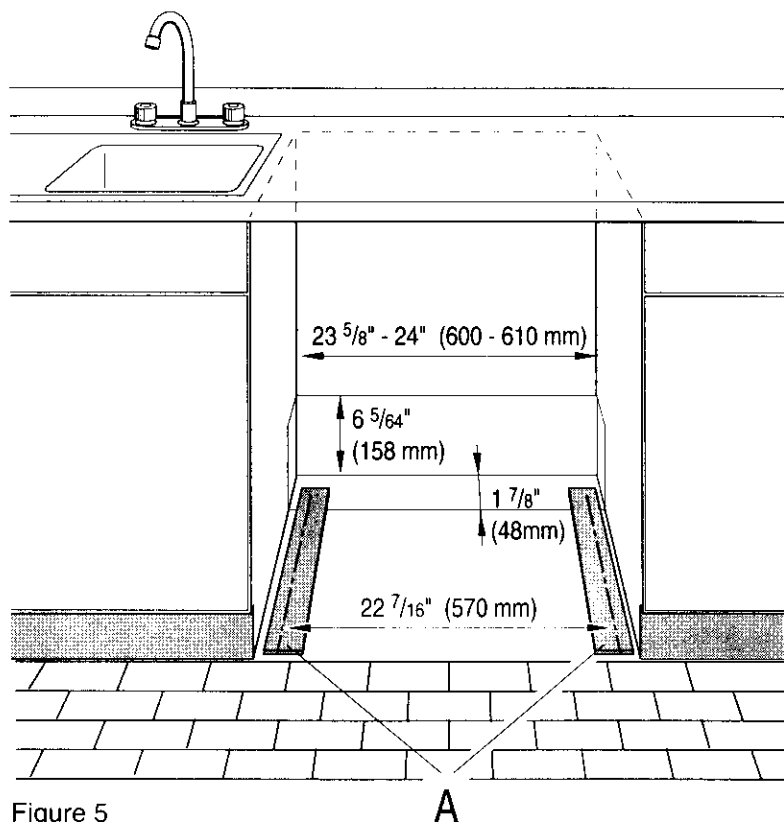

Figure 5
S'il y a une différence appréciable entre la hauteur du plancher où le lave-vaisselle sera installé et le plancher de la cuisine, vous pouvez couper une partie de la base de bois pour vous aider à aligner le lave-vaisselle (A). Reportez-vous également à la partie intitulée PRÉPARATION DE L'EMPLACEMENT, page 25, figure 5.
Les trous d'accès pour les tuyaux d'eau chaude, de vidange et de câbles électriques à l'intérieur de l'armoire, dans le plancher ou dans le mur du fond doivent se faire dans la partie ombragée illustrée à la figure 5 afin d'éviter le châssis du lave-vaisselle ou autre composante.
Pour pallier cet écart, nous recommandons d'utiliser un morceau de bois de l'emballage (tel qu'il est montré à la page 22, partie A) et de le fixer au fond de l'armoire, tel qu'il est montré à la figure 5.